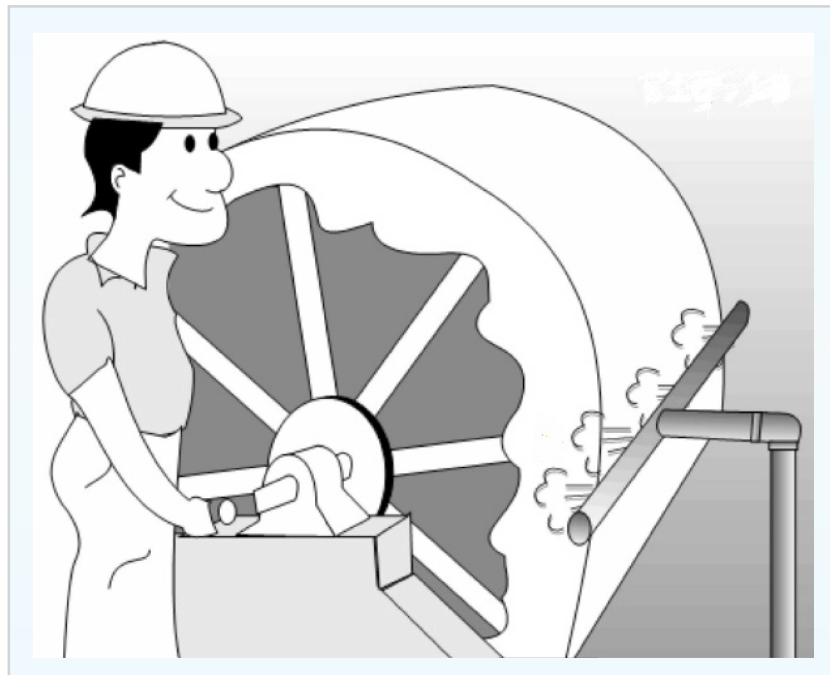

Figura 2: Método de la ducha de vapor.
- **Método de la ducha de vapor:** el proceso de encogimiento se hace a través de la inyección de vapor directamente en la tela, según muestra la figura 2 a continuación. En este método, también es favorable cerrar la parte superior del tanque o cubrir el filtro evitando la pérdida de calor y, consecuentemente, la caída de la temperatura.